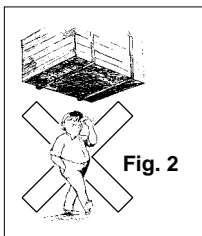

Fig. 2
- Het is niet toegestaan zich onder een gehesen last te bevinden (fig. 2).